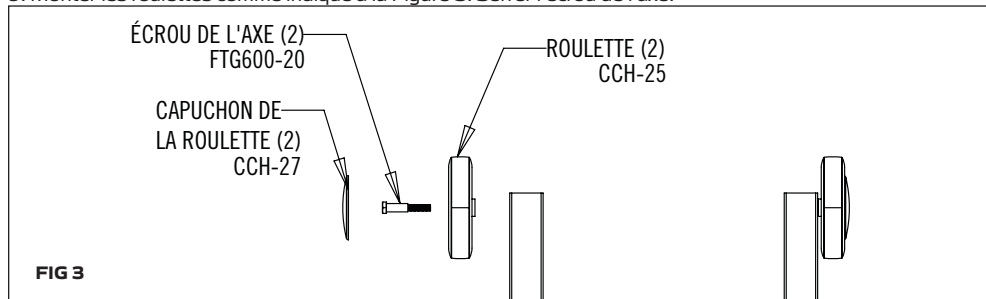

FIG 3
9. Monter les roulettes comme indiqué à la Figure 3. Serrer l'écrou de l'axe.
10. Monter les capuchons des roulettes comme indiqué à la Figure 3.